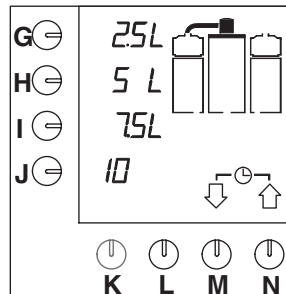

Fig. 5 Display standaard keuzemogelijkheden
- Het indicatielampje in de schakelaar gaat branden. De standaard keuzemogelijkheden verschijnen in het display (fig. 5).